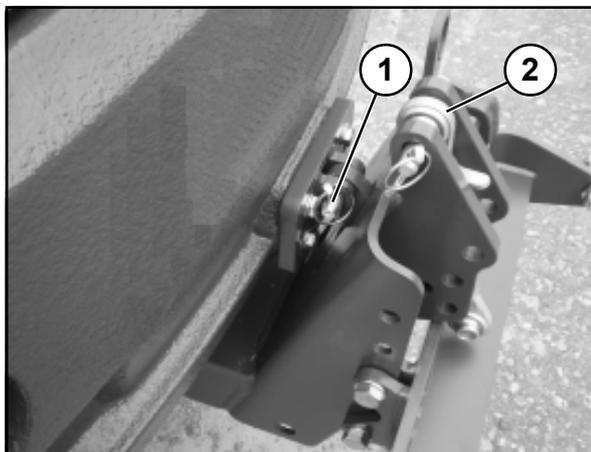

Figure 6-6
(3) Poser la plaque de montage arrière sur le palettiseur de cette manière et la déplacer par l'arrière sous le train de roulement jusqu'à ce que la plaque de montage arrière soit reliée au logement sur le train de roulement en introduisant un boulon (6-5/flèche). Bloquer les boulons à l'aide de clavettes de blocage.
(4) Rabattre le bras oscillant transversal (6-6/2) vers l'arrière comme décrit sur la figure 6-6.
(5) Positionner la plaque de montage arrière par des mouvements de rapprochement/d'inclinaison et de levage du palettiseur, de manière à ce que le boulon soit enfiché dans l'alésage de réception de la plaque de montage de l'accoupleur de manœuvre et de remorque (6-6/1). Bloquer les boulons à l'aide de clavettes de blocage.